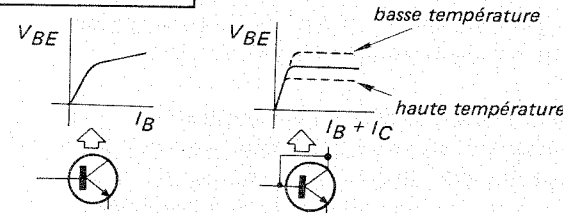

Fig. 10
- D401, Q403, Q404 et D402 constituent une source de tension constante compensée thermiquement qui fonctionne comme suit (les tensions dont il est question ici sont relatives à la tension B-): D402 (EQB01-05) est une diode zener 5 V qui maintient l'émetteur de Q404 au niveau +5 V. Afin d'obtenir du collecteur de Q404 une tension V_{BE} uniforme, la base et le collecteur de ce transistor sont banchés comme indiqué Fig. 10. Les caractéristiques résultant de ce branchement sont également indiquées Fig. 10.